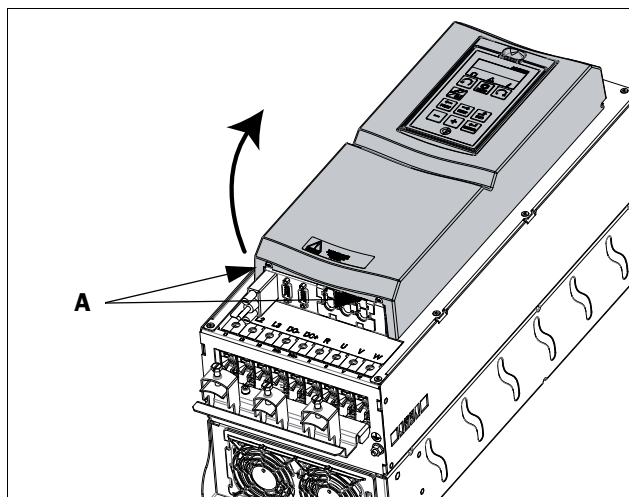

Fig. 35 Ta bort frontkåpan på typstorlek C2–F2 och FA2 (principskiss).
- Skruva ur de två skruvarna A (se fig. 35) på nederdelen av kåpan några varv (du behöver inte ta bort skruvarna helt).